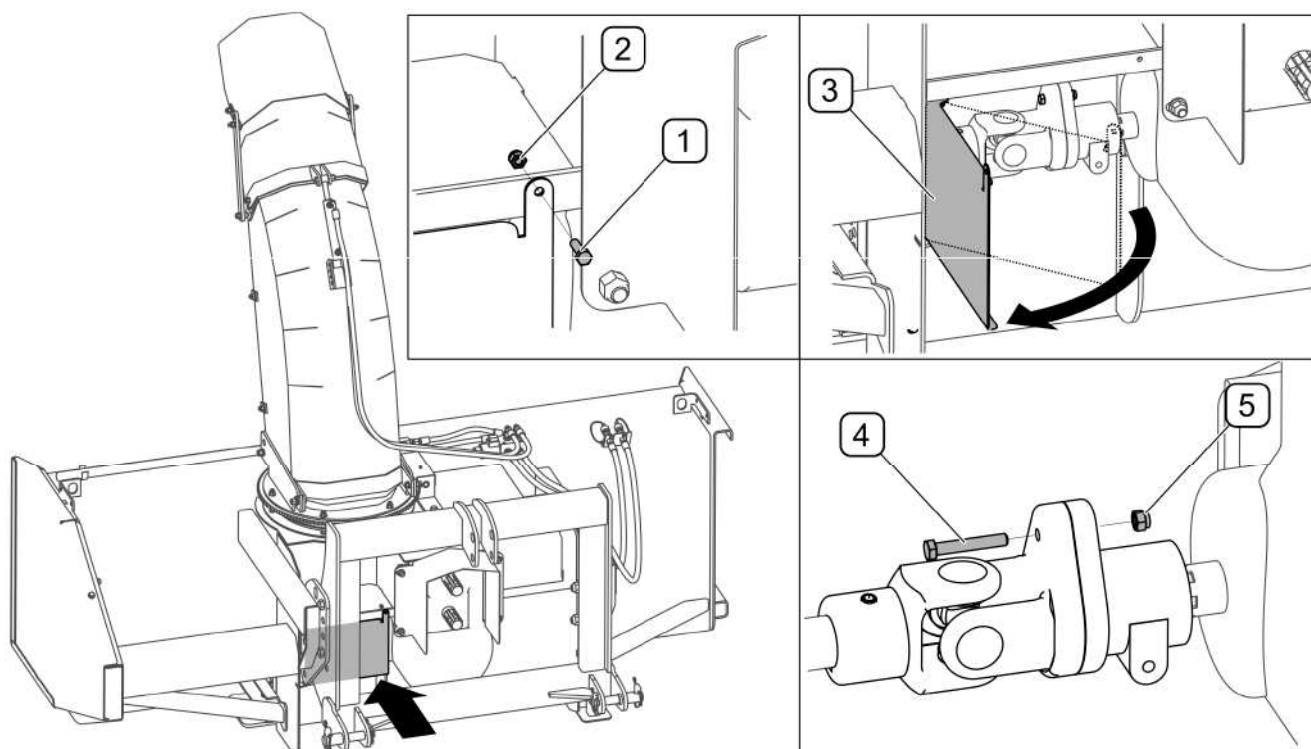

РИСУНОК 5.4 Срезной болт, предохраняющий систему передачи привода
Телескопический карданный вал снегоочистителя имеет специальный болт (4), который срезается в момент чрезмерной перегрузки машины (РИСУНОК 5.4). Прежде чем приступить к замене болта, необходимо проверить плуг, шнеки и метатель и устранить причину перегрузки машины (напр., куски льда, ветки, камни, засорение метателя и т.п.) Для устранения засоров нужно воспользоваться деревянным колышком, входящим в оснащение машины (см. раздел 4.4.4 "УСТРАНЕНИЕ ЗАСОРОВ").
Для замены предохранительного болта (РИСУНОК 5.4) необходимо отвинтить болт (1) и открыть крышку (3). В случае повреждения болта (4) его необходимо заменить новым (M8x50-8.8).